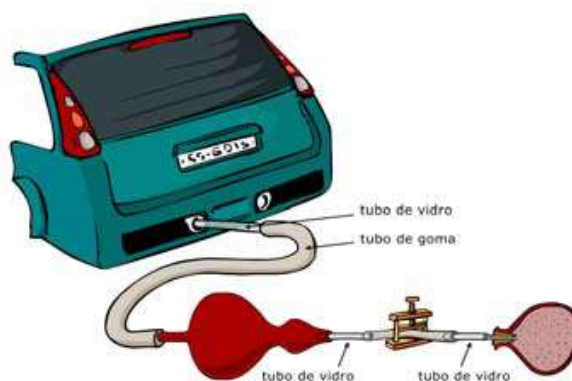

Figura 1. Equipo para recolectar los gases emitidos por el tubo de escape de un coche (tomado de "Aprendemos cosas Escuelas Climáticas")
- Recoger los gases emitidos por un tubo de escape de un coche, en punto muerto, mediante un equipo preparado siguiendo las indicaciones de la figura 1.